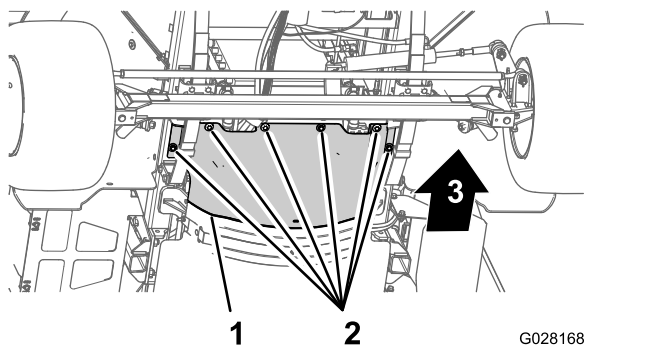

Figura 59
3. Retire os 6 parafusos de cabeça hexagonal e as 6 anilhas que fixam a proteção térmica dianteira ao chassis e retire a proteção (Figura 59).